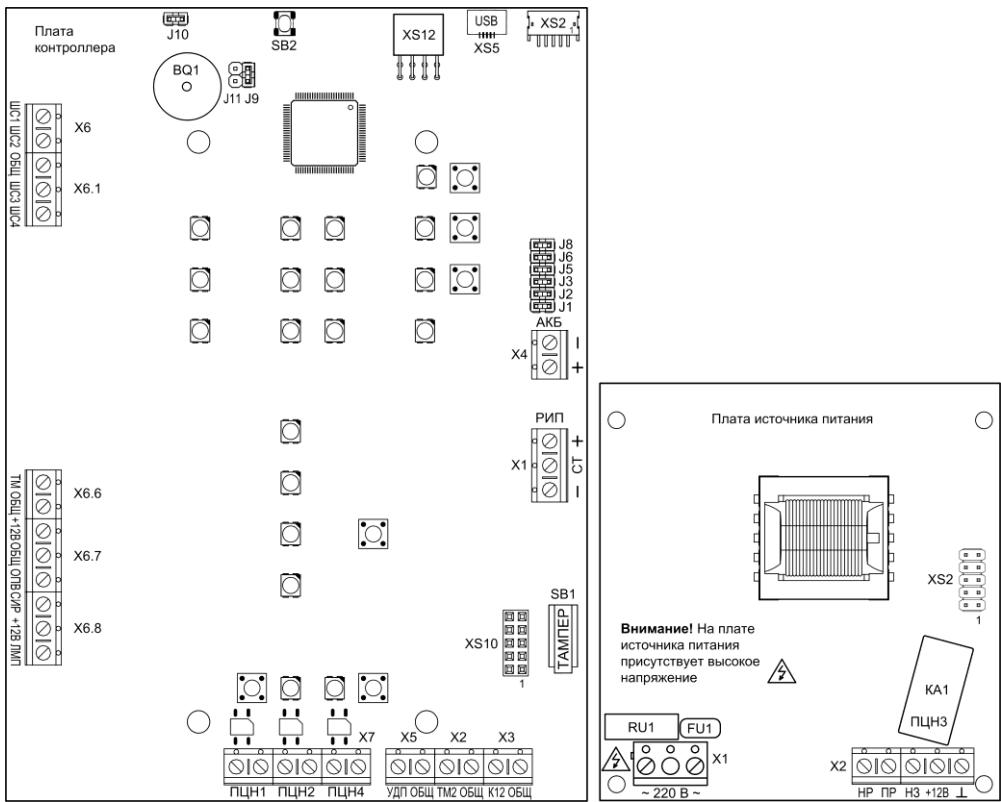
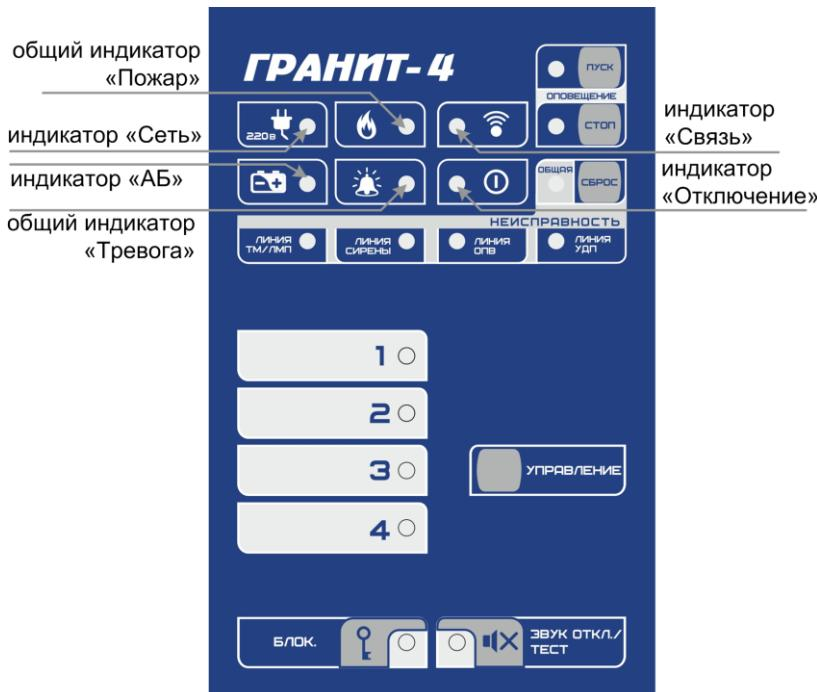

Рис.1 Внешний вид платы контроллера Гранит-4А GSM и платы источника питания
Рис.2 Панель индикации и управления прибора Гранит-4A GSM
Прибор состоит из корпуса и съёмной крышки. В корпусе расположены плата контроллера, плата источника питания (рис.1) и коммуникатор (п.10). На плате контроллера установлена панель индикации и управления (рис.2).
3.1 На плате контроллера (рис.1) расположены следующие элементы:
3.2 На панель индикации и управления прибора (см. рис.2) выведены:
3.3 На плате источника питания (рис.1) расположены следующие элементы: